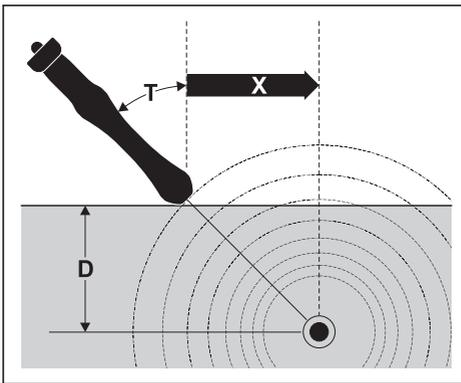

Fig. 22: Determinación de la profundidad de descentrado mediante triangulación
- b) Incline el receptor en un ángulo T entre 10° y 60° (fig. 22).